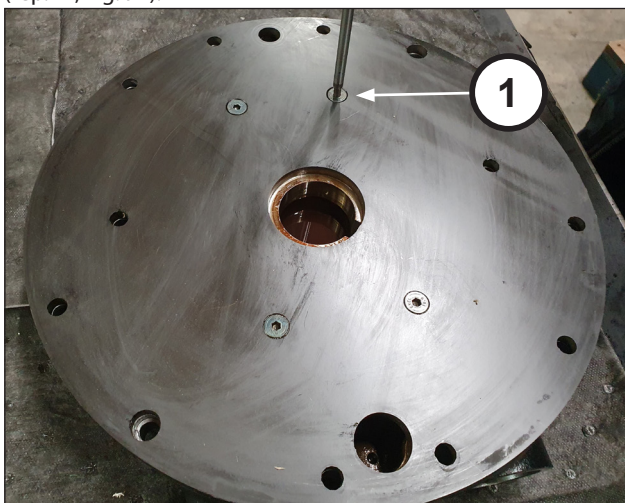

Fig. 94
Mettre en place la plaque de la pompe à huile sur le corps de la pompe à huile et la fixer à l'aide des vis correspondantes (rep. ①, Fig. 94).